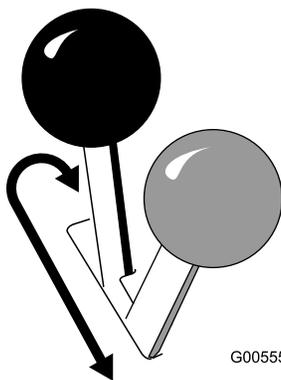

Рисунок 13
- Чтобы включить стояночный тормоз, переместите рычаг тормоза вперед и влево, затем потяните его назад (Рисунок 13).
- Чтобы выключить стояночный тормоз, переместите рычаг вперед и вправо, в паз (Рисунок 13).